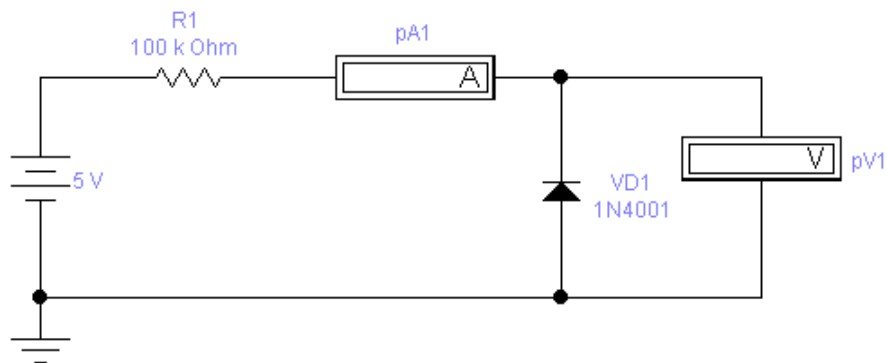

Рисунок 4.4 – Схема для зняття вольт-амперної характеристики випрямного діода при зворотному включенні
3. Набрати схему дослідження напівпровідникового діода при зворотному включенні (рисунок 4.4).